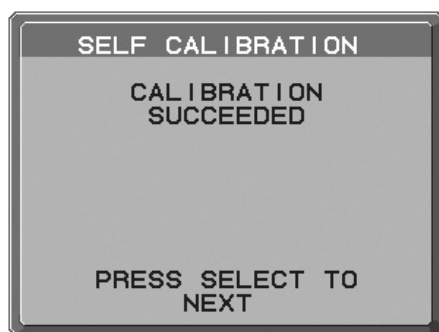

Рисунок 6
- После того, как появится сообщение “CALIBRATION SUCCEEDED” (КАЛИБРОВКА ЗАВЕРШЕНА) (Рисунок 6), нажмите кнопку “SELECT”. Для завершения калибровки нажмите клавишу “EXIT”.